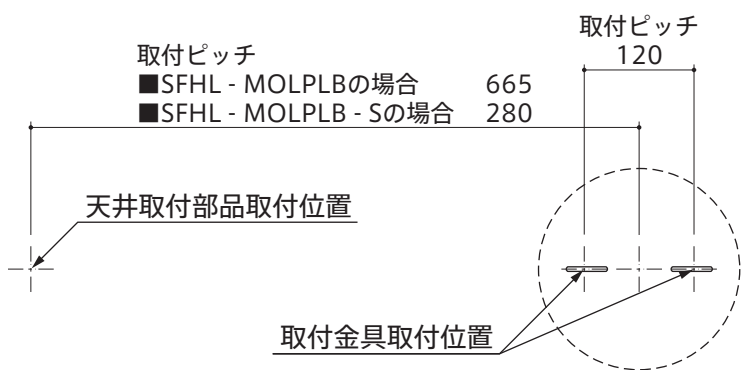

図 6
4. アンカーを使用する場合、取付位置に下穴をあけます。(図6)